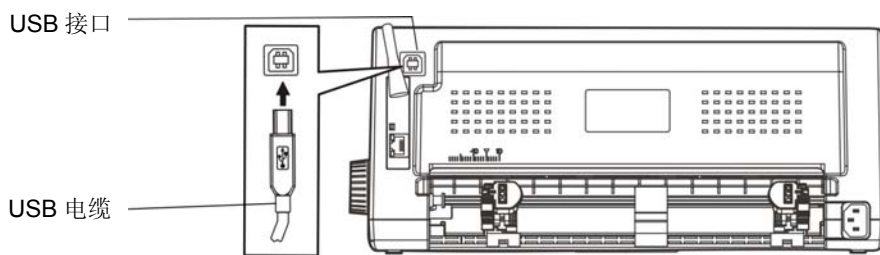
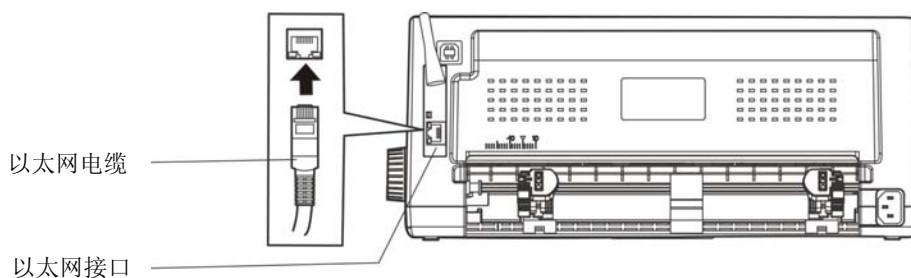

图 2-10 连接 USB 电缆
图 2-11 连接以太网电缆
本打印机可配置 USB 接口+WI-FI+以太网接口、USB 接口+WI-FI+蓝牙+以太网接口、USB 接口+GPRS+以太网接口或 USB 接口+4G（产品的具体接口配置，以实物为准）。请根据需要，用接口电缆把打印机与计算机相连〔如图 2-10 和图 2-11 所示〕。
2. 将 USB 电缆的 B 端插头（方型）插进打印机的 USB 接口插座中（如图 2-10 所示）。
将以太网电缆的 RJ-45 插头一端插进打印机的以太网接口插座中，另一端插头连接到局域网的接入端（如图 2-11 所示）。